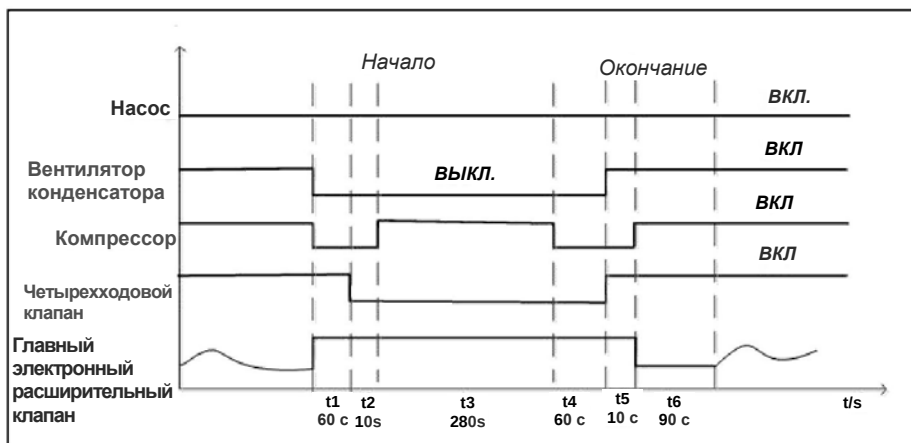

Fig. 1-7b
- На рис. 1-7b показано действие каждого компонента в процессе оттайки, когда параметру **【Defrost stop compressor】** присвоено значение “Enab. ”.